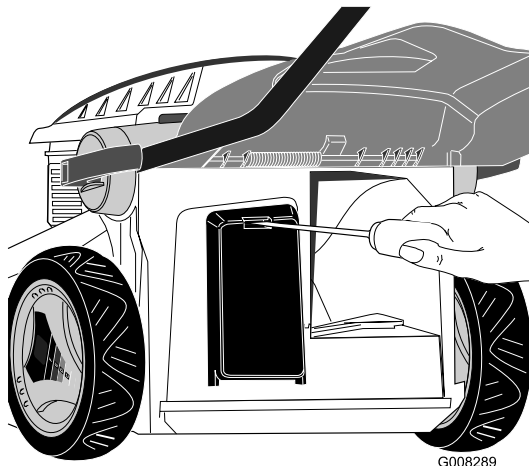

Figura 23
1. Aprite il coperchio del vano batteria (Figura 23).